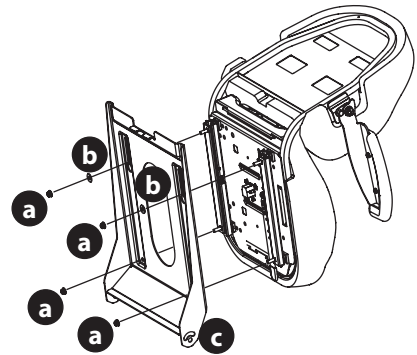

Figura 4
- Para un asiento palanca de ajuste del asiento: use las contratuerzas (a) and flat washers (b) (Figura 4).